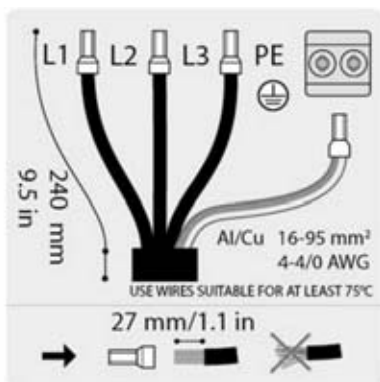

Figure 2.17 : Dénudage du câble AC
Sur le câble AC, dénudez l'isolation des quatre fils. Le conducteur de protection (PE) doit être plus long que le conducteur de réseau. Voir figure 2.17